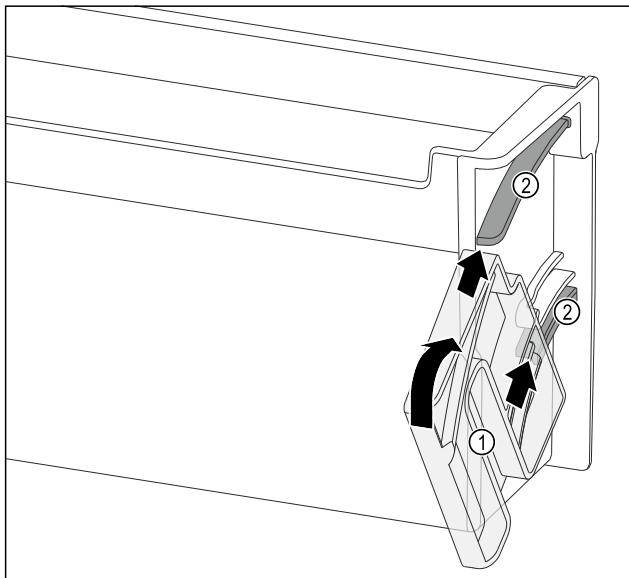

Fig. 102
- ▶ 定位旋转单元 Fig. 102 (1)，使槽正好与门边存放架的导向槽 Fig. 102 (2)相对。
- ▶ 沿指定方向转动旋转单元 Fig. 102 (1)。